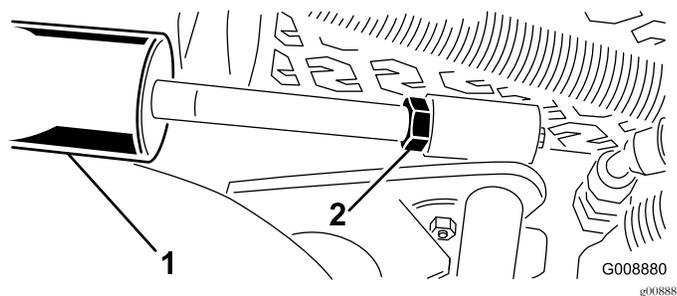

Рисунок 29
- A. Опустите режущие блоки и ослабьте затяжку контргайки на цилиндре (Рисунок 29).